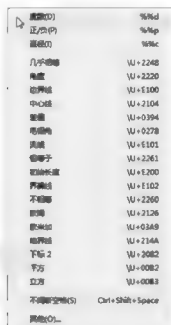

图 5-28
(19)  (符号): 主要作用是插入 AutoCAD 中的一些常用特殊符号。单击“符号”按钮 , 弹出如图 5-28 所示的下拉列表。将光标移到需要插入的符号上单击即可完成符号插入。